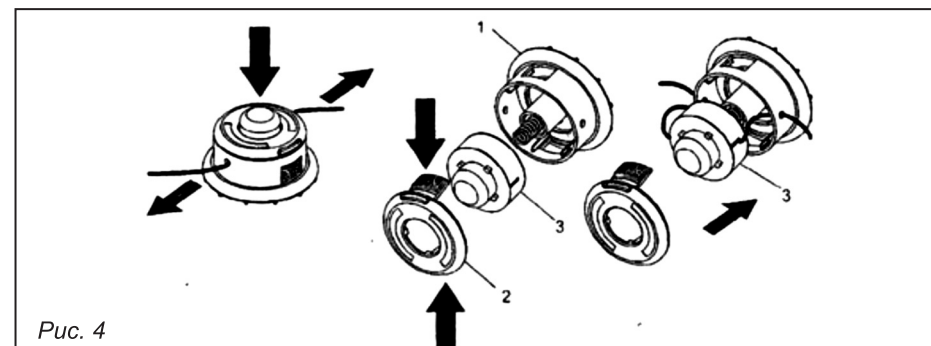

Рис. 4
5.1. Замена лески триммерной (рис. 4, 5)